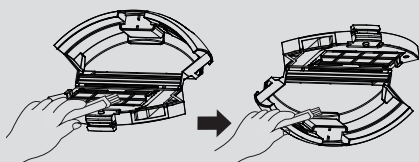

Fig. 6
4. Se necessario, utilizzare la spazzola multiuso per rimuovere l'eccesso di polvere dalla superficie interna del contenitore raccogli-polvere. [Fig. 6]